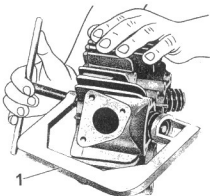

Fig. 22
Con apposito attrezzo n° 1C907200 (1 di fig. 22) applicato sul fungo di una valvola e sul piattello superiore, avvitare la vite dell'attrezzo di quel tanto da comprimere le molle (quando l'attrezzo è in tiro sarà bene dare in testa a tale attrezzo un colpo di mazzuola, questo serve a scollare il piattello dai semiconi) e poter levare i due semiconi. Levati i semiconi svitare l'attrezzo e sfilare:
- infine i due semiconi adoperando l'apposito attrezzo n° 10907200 (1 di fig. 22) applicato al fungo della valvola e sul piattello superiore; avvitare la vite dell'attrezzo fino a che si possono montare i due semiconi, indi svitare l'attrezzo.